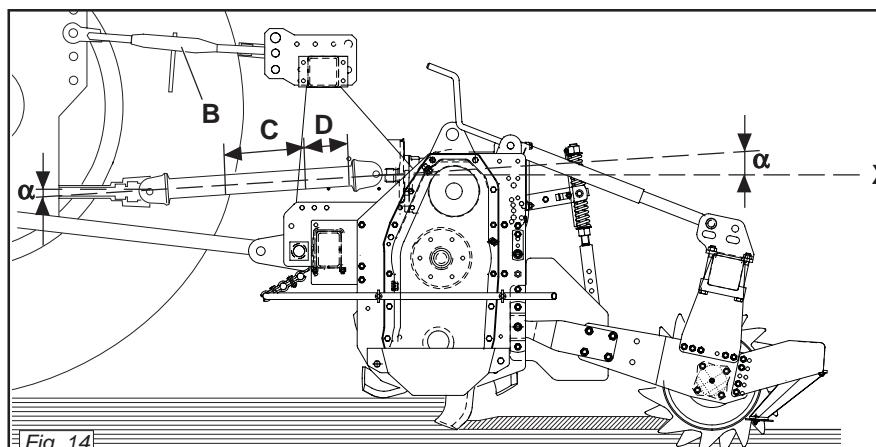
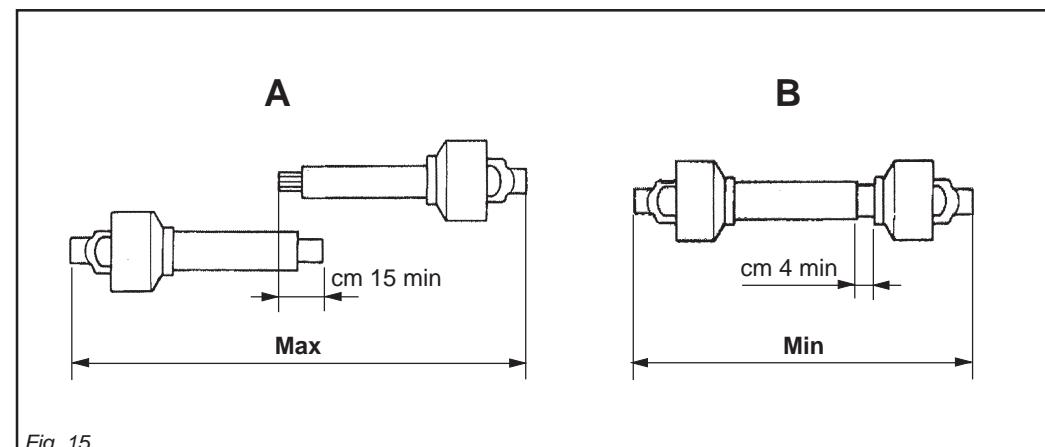

Fig. 14
Fig. 15
Per fare ciò aumentare o diminuire la lunghezza della barra superiore dell'attacco (B Fig. 14) in modo da portare l'asse (X Fig. 14) della ghiera scanalata della scatola parallela al suolo.
- I due angoli (α Fig. 14) formati dalle assi delle forcelle e l'asse dei tubi scorrevoli saranno uguali e non dovranno superare i 10° .
- La copertura (C Fig. 14) dei tubi scorrevoli deve essere di 15 cm minimo (Fig. 15).
To achieve this, increase or decrease the length of the top bar of the hitch (B Fig. 14) so as to set the axis (X Fig. 14) of the housing's grooved ring nut parallel to the ground.
- The two angles (α Fig. 14) formed by the fork axes and the axis of the sliding tubes will be equal and must not exceed 10° .
- The sliding tubes (C Fig. 14) must overlap by at least 15 cm (Fig. 15).
Pour obtenir cette condition augmenter ou diminuer la longueur de la barre supérieure de l'attelage (B Fig. 14) de manière à ce que l'axe (X Fig. 14) de la bague cannelé de la boîte soit parallèle au sol.
- Les deux angles (α Fig. 14) formés par les axes des fourches et l'axe des tubes coulissants doivent être identiques et ne doivent pas dépasser 10° .
- La couverture (C Fig. 14) des tubes coulissants doit être au minimum de 15 mm (Fig. 15).
Um dies zu erhalten, die Länge der oberen Kupplungsstange (B Abb. 14) erhöhen oder verringern, bis die Achse (X Abb. 14) der Keilmutter des Gehäuses parallel zum Boden steht.
- Die beiden Winkel (α Abb. 14), die aus den Achsen der Gabeln und der Achse der Gleitrohre bestehen, müssen gleich groß sein und dürfen auf keinen Fall größer als 10° sein.
- Die Überdeckung (C Abb. 14) der Gleitrohre muss mindestens 15 cm ausmachen (Abb. 15).
El enganche es correcto cuando la máquina está horizontal en posición de trabajo. Para ello aumentar o disminuir la longitud de la barra superior del enganche (B Fig. 14) en modo de llevar el eje (X Fig. 14) de la tuerca ranurada de la caja paralela al terreno.
- Los dos ángulos (α Fig. 14) formados por los ejes de las horquillas y el eje de los tubos corredizos serán iguales y deberán superar los 10° .
- La cobertura (C Fig. 14) de los tubos corredizos debe ser como mínimo de 15 cm (Fig. 15).
- I due tubi dell'albero di trasmissione a cardano non si devono ricoprire completamente, una corsa di sicurezza (D Fig. 14) di 4 cm minimo deve sussistere.
- Gli angoli (α Fig. 14) dei cardani non devono essere superiori a 40° (Fig. 14). Se non si raggiungono questi due risultati:
- The two tubes of the driveline shaft must not fully overlap. There must always be a safety travel (D Fig. 14) of at least 4 cm.
- The angles (α Fig. 14) of the drivelines must not exceed 40° (Fig. 14).
- Les deux tubes de l'arbre de transmission à cardans ne doivent pas se recouvrir complètement, il doit rester une course de sécurité (D Fig. 14) de 4 cm au minimum.
- Les angles (α Fig. 14) des cardans ne doivent pas être supérieurs à 40° (Fig. 14).
- Die beiden Rohre der Gelenkwelle dürfen sich nicht ganz überdecken. Es muss noch einen Sicherheitshub (D Abb. 14) von mindestens 4 cm geben.
- Die Winkel (α Abb. 14) der Gelenkwellen dürfen nicht größer als 40° sein (Abb. 14).
- Los dos tubos del árbol de transmisión de cardán no se deben cubrir completamente, debe quedar una carrera de seguridad (D Fig. 14) de 4 cm como mínimo.
- Los ángulos (α Fig. 14) de los cardanes no deben ser superiores a 40° (Fig. 14).
Quando esso è inserito al massimo, il gioco minimo consentito deve essere di 4 cm. (Fig. 15).
When fully inserted, the minimum play must be 4 cm. (Fig. 15).
Quand l'arbre à cardans est déboulé au maximum, les deux tubes doivent se superposer d'au moins 15 cm. Quand il est entièrement rentré, le jeu minimum admissible doit être de 4 cm. (Fig. 15).
Wenn die beiden Teile ganz zusammengeschoben sind, muß das kleinstmögliche Spiel 4 cm ausmachen (Abb. 15).